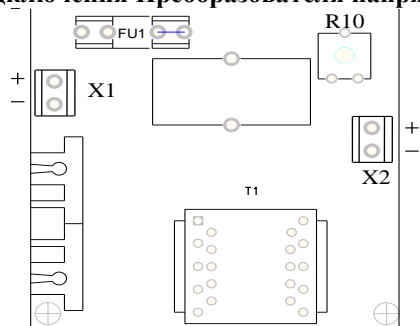

Рис. 1. Схема подключения Преобразователя напряжения «БИРП» ПН
6.3 Подключите изделие к источнику электропитания и к потребителям в соответствии со схемой на рис. 1